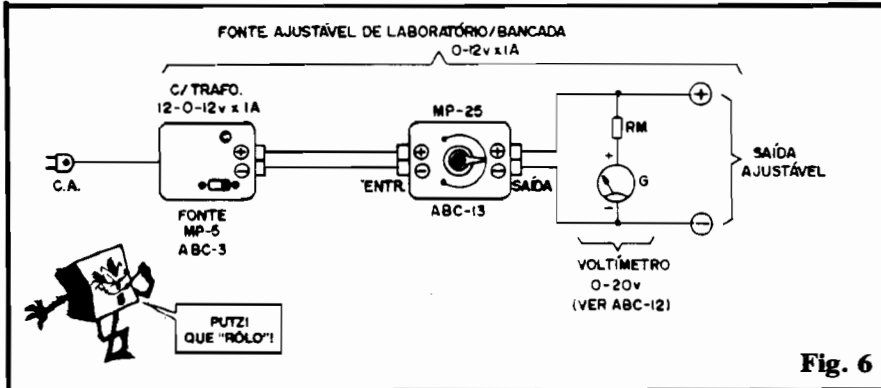

Fig. 6
- FIG. 6 - Utilização prática da MP-25. As possibilidades, como já foi dito, são **muitas**, todas extremamente válidas... A figura mostra **uma** das aplicações, na bancada, para o módulo: o Lei-